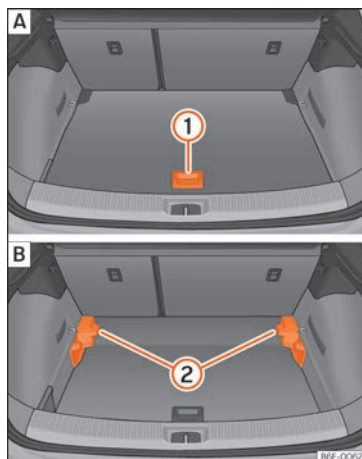

Fig. 147 Terra variable del maleter: **A** posició alta; **B** posició baixa.
- Per passar de la posició baixa a l'alta, aixequi la base per l'agafador »» fig. 147 ①, estireu-lo cap enrere fins que la part davantera de la base sobrepassi totalment els suports ②.
- Feu desplaçar el terra cap endavant sobre els suports fins que topi amb el respall dels seients posteriors i, a continuació, abaixi la base amb l'agafador ①.
- Per passar de la posició alta a la baixa, aixequi la base per l'agafador »» fig. 147 ①, estireu-lo cap enrere fins que la part davantera de la base sobrepassi totalment els suports ②.
- Deixeu caure la part anterior contra la base i empenyeu la base cap endavant fins que topi amb el respall dels seients posteriors i abaixi al mateix temps la base amb l'agafador ①.
- Amb el terra variable en posició alta, aixequu-lo per l'agafador »» fig. 147 ①, estireu-lo i empenyeu-lo cap al respatller dels seients posteriors fins que es plegui per la línia de frontissa i la part mòbil del terra hi descansi a sobre.